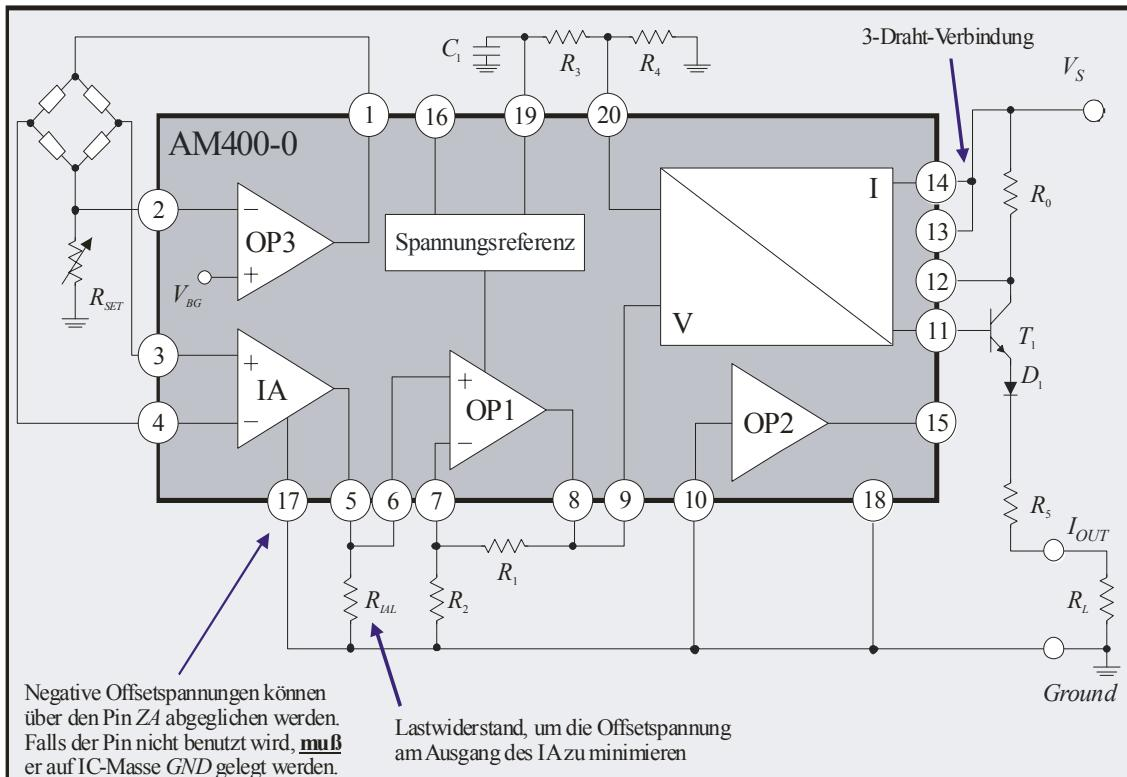
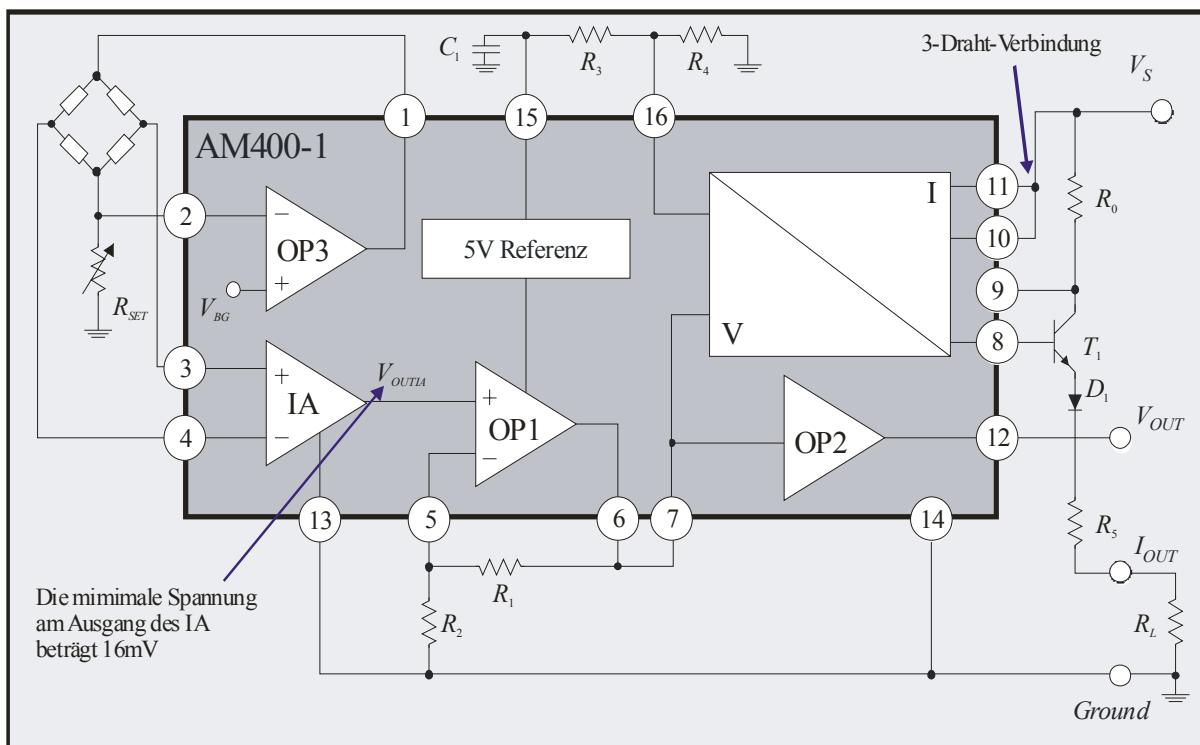
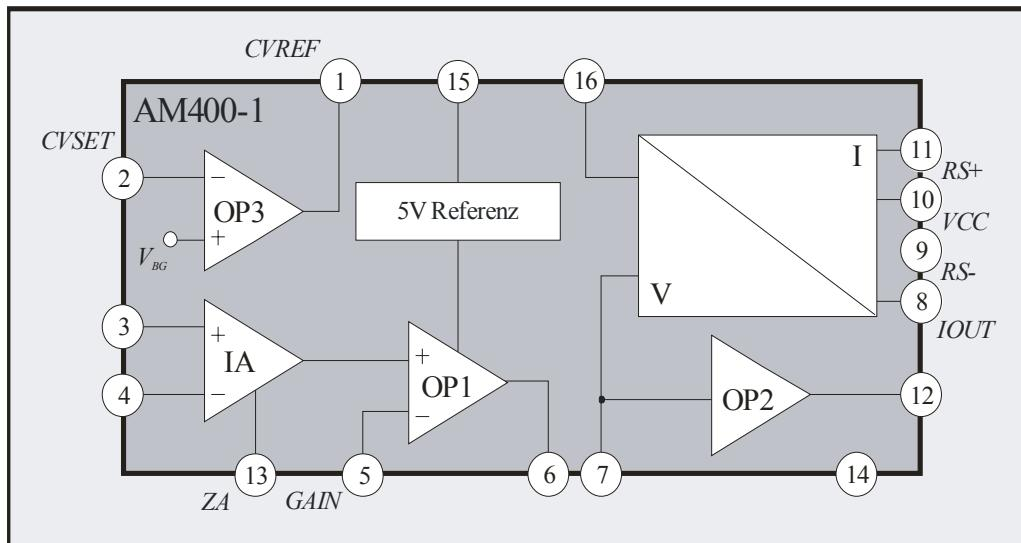

Abbildung 5: Typische 3-Draht-Anwendung für differentielle Eingangssignale
Abbildung 8: Typische Anwendung für die 16-polige Version (3-Draht)
Abbildung 11: Blockschaltbild für die 16-polige Version des AM400
4. Der Spannungs-/Stromwandler (V/I-Wandler) liefert ein spannungsgesteuertes Stromsignal am IC-Ausgang I_{OUT} , das einen externen Transistor T_1 ansteuert. Der externe Transistor, der die Verlustleistung des ICs verringert, liefert den Ausgangsstrom I_{OUT} . Er ist durch eine zusätzliche Diode D_1 gegen Verpolung geschützt. Über den Pin SET kann ein Offsetstrom I_{SET} am Ausgang I_{OUT} eingestellt werden (z.B. mit Hilfe der internen Spannungsreferenz und einem externen Spannungsteiler wie in Abbildung 5). Der externe Widerstand R_0 ermöglicht bei gleichzeitigem Betrieb von Strom und Spannungsausgang eine Feinjustage des Ausgangsstromes. Für den durch T_1 verstärkten Ausgangsstrom I_{OUT} gilt die Beziehung
Im 3-Draht-Betrieb (vgl. z.B. Abbildung 5) wird der Masseanschluß des ICs (Pin *GND*) mit der von außen zugeführten Systemmasse *Ground* verbunden. Die System-Versorgungsspannung V_S wird an Pin *VCC* angeschlossen und Pin *VCC* mit Pin *RS+* verbunden.
Bei Nutzung des IA zusammen mit der Verstärkerstufe OP1 und dem V/I-Wandler zur weiteren Signalverarbeitung sollte zunächst ein Offset-Abgleich des Ausgangsstroms durchgeführt werden. Dazu müssen die beiden Eingänge des IA kurzgeschlossen werden ($V_{IN} = 0$) und gemeinsam auf ein erlaubtes Potential (vgl. CMIR in den *Elektrischen Spezifikationen* auf Seite 4) gelegt werden. Mit dem Kurzschluß am Eingang ergibt sich für den Ausgangsstrom nach Gleichung 4 und einem externen Spannungsteiler (z.B. Abbildung 5):
Abbildung 5 zeigt eine 3-Draht-Anwendung, bei der das differentielle Ausgangssignal einer stromgespeisten Meßbrücke verstärkt und gewandelt wird. Die Stromspeisung der Meßbrücke erfolgt mit dem Operationsverstärker OP3. Der Versorgungsstrom I_S der Brücke kann über den Widerstand R_{SET} eingestellt werden:
In Abbildung 8 ist eine 3-Draht-Anwendung mit der 16-poligen Version des AM400 (Abbildung 11) dargestellt. Die Dimensionierung der Anwendung unterscheidet sich nicht von den Berechnungen für die 3-Draht-Anwendung aus Abbildung 5. Aus diesem Grund wird auf eine ausführliche Darstellung verzichtet. Ein Unterschied ist, daß die minimale Spannung am Ausgang des IA nicht durch das Anschließen eines externen Lastwiderstands R_{LIA} verringert werden kann. Gerade bei kleinen differentiellen Eingangssignalen und einer damit verbundenen großen Verstärkung G_{OP} sind „richtige“ 0V am Ausgang V_{OUT} des ICs nicht zu erreichen (siehe auch Anmerkungen zu V_{OUTIA} in den *Elektrischen Spezifikationen*). Aus diesem Grunde ist für kleine Signale die 20 polige Version vorzuziehen.